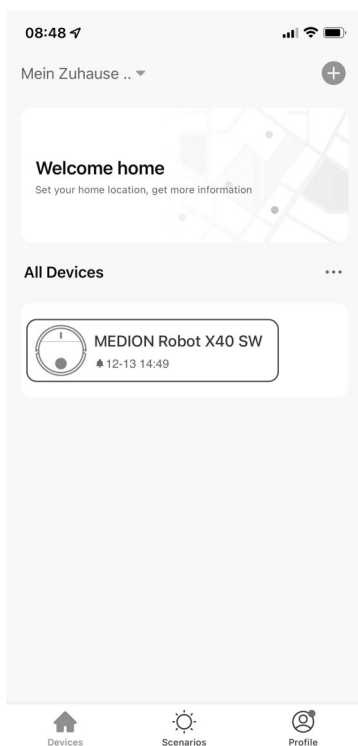

Fig. 13
- ▶ Vous pouvez maintenant renommer votre robot aspirateur. Vous pouvez ensuite sélectionner l'appareil dans la liste des appareils (**voir fig. 13**).